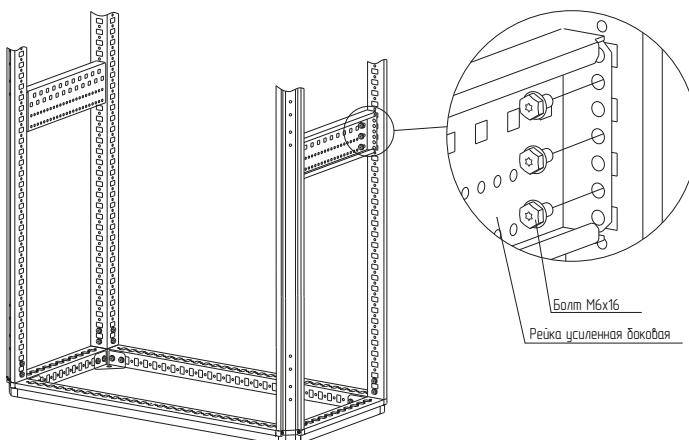

Рисунок 1
4.1.2 Установить рейку усиленную боковую на необходимую высоту и закрепить болтами самонарезающими M6×16 (рисунок 1). Момент затяжки – 7 Н·м. Болты приобрести отдельно.